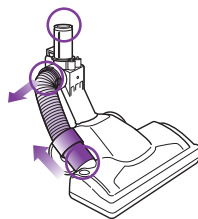

Fig. 30
- Détachez le tuyau de la brosse à ensemble les languettes et en retirant, et en-dessous en retirant le connecteur. Inspectez l'intérieur des 3 ouvertures. (Fig. 30)